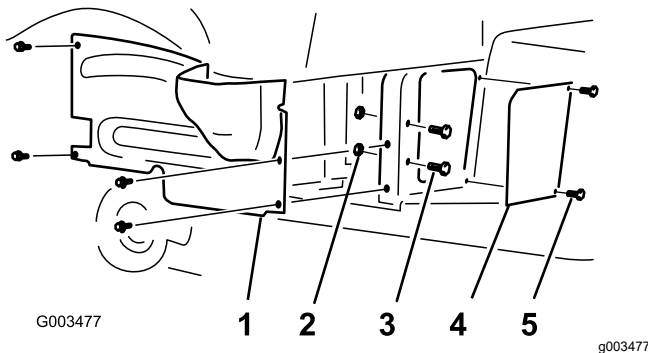

Figura 1
2. Retire los 4 tornillos con arandela prensada que sujetan la cubierta de la rueda derecha al bastidor (*Figura 1*).
4. Retire los 2 tornillos, 2 pernos, 2 arandelas y 2 tuercas que sujetan la rejilla al bastidor, y guarde las arandelas para su instalación posterior (*Figura 1*).